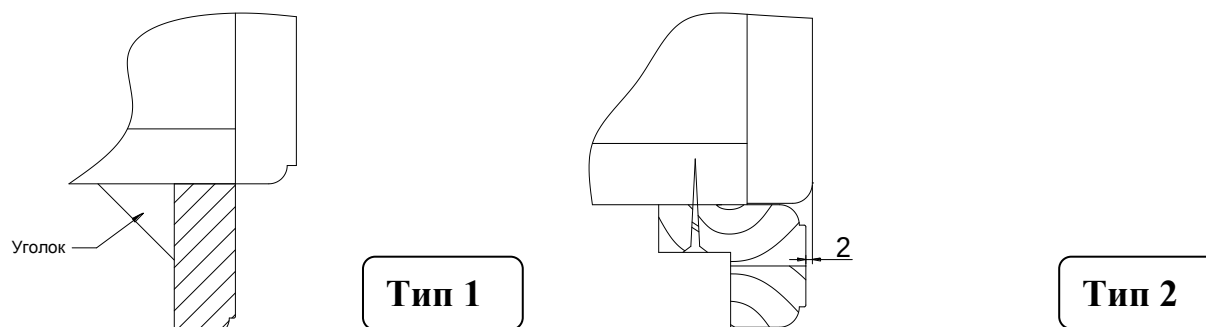

Рис. 20
1. В зависимости от модели может быть два типа нижнего карниза по способу установки. Тип 1 лицуется с корпусом, тип 2 лицуется с фасадом (рис. 20).